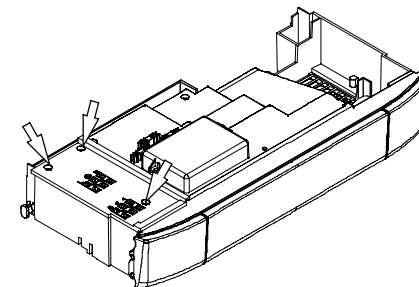

fig. 8.2
- Svitare le viti e rimuovere il coperchio copri morsetteria fig. 8.2